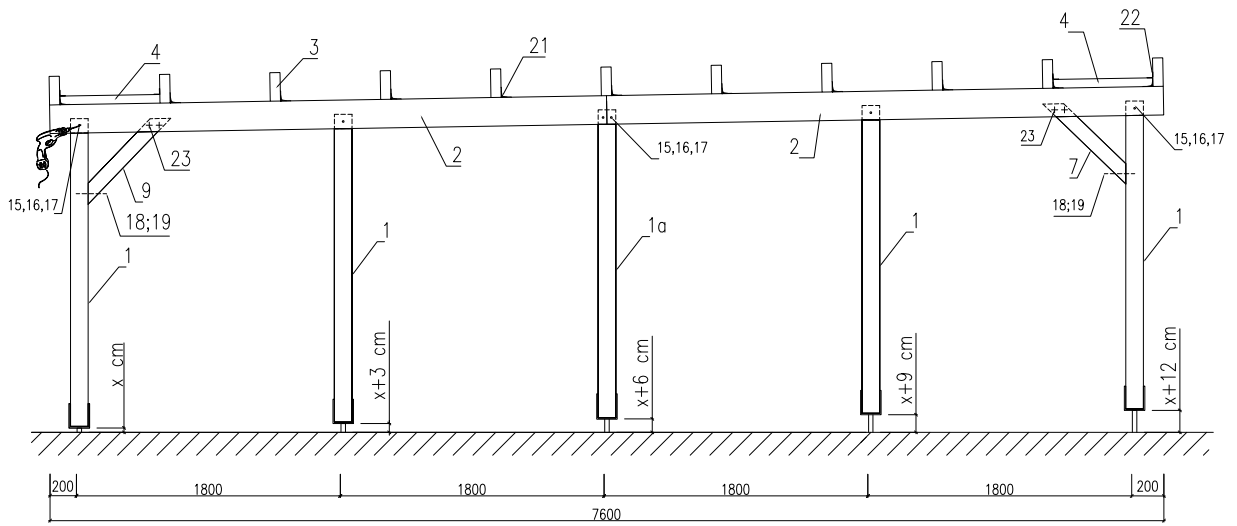
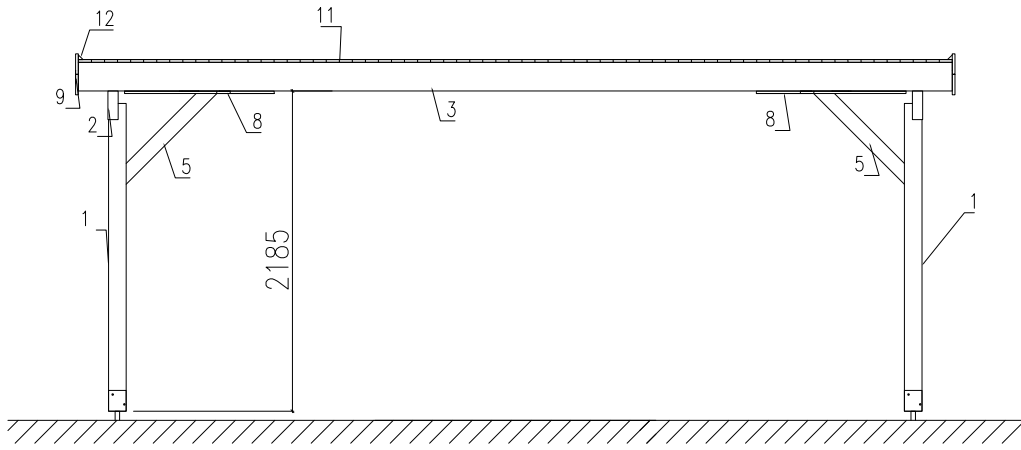

Fig. 2
Fig. 3
- a) Posizionando i bracci di supporto a diverse altezze (vedere Fig. 2)
Posizionare le travi (Pos. 3). Vedere le distanze dalla fig. 3. Fissare le travi con quadri (Pos. 21).
Poi installare i componenti di supporto (Pos. 4). Vedere la posizione dei componenti dalla Fig. 2 e Fig. 3. Fissare i quadrati (Pos. 22).
Poi, fissare le diagonali (Pos. 10) per rendere il carport più stabile. Le diagonali dovrebbero essere avvitate con viti (Pos. 24) al lato sotto delle travi secondo Fig. 3.